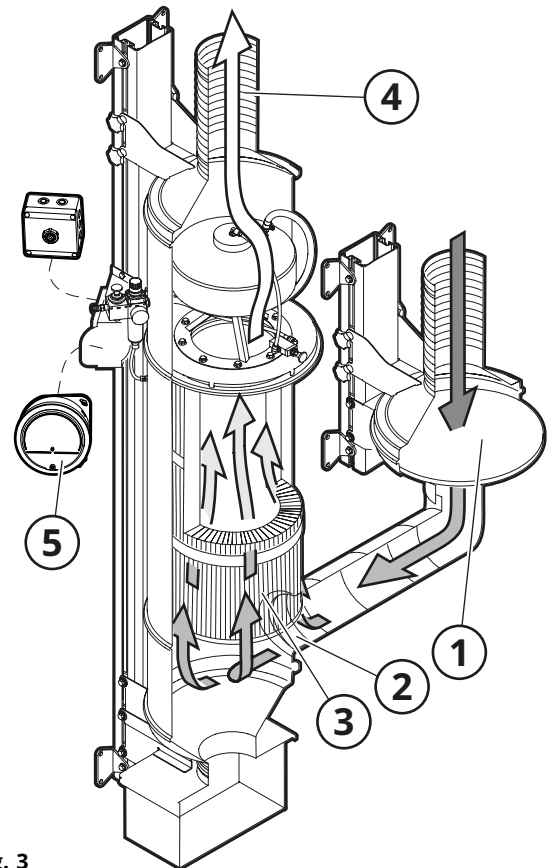

Fig. 3
Smutsig luft tas in via Förfilter CVM (1, **Fig. 3**) som reducerar eventuella gnistor. Sedan passerar luften via inlopp (2) och renas genom det vertikalt monterade filtret (3). Därefter sugs den reade luften ut via utlopp (4) till frånluftsf läkt.